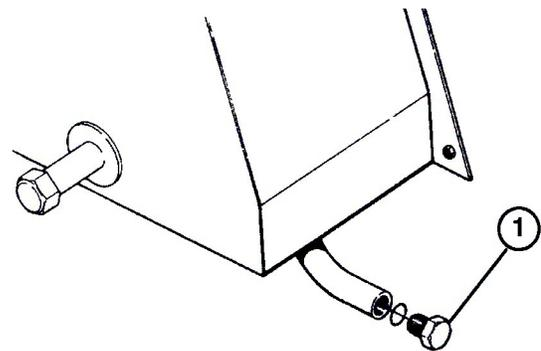

図42
1. ドレンプラグ(図42)を半回転開いてドレンパンに水を受ける。
1. ドレンプラグ (図42) を開いて廃油を受ける。排出が終わったら、プラグを元通りに閉める。